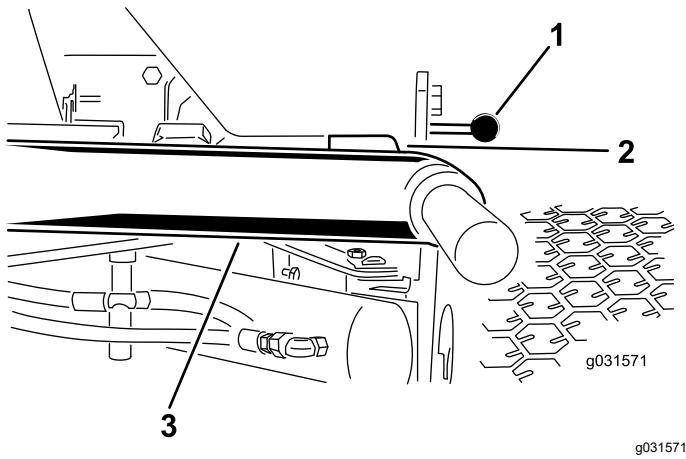

Figura 11
- Avviate il motore, sollevate gli apparati di taglio e verificate che il gioco tra ogni braccio di sollevamento e la staffa della piastra di appoggio sia di 5-8 mm, come illustrato nella Figura 11.